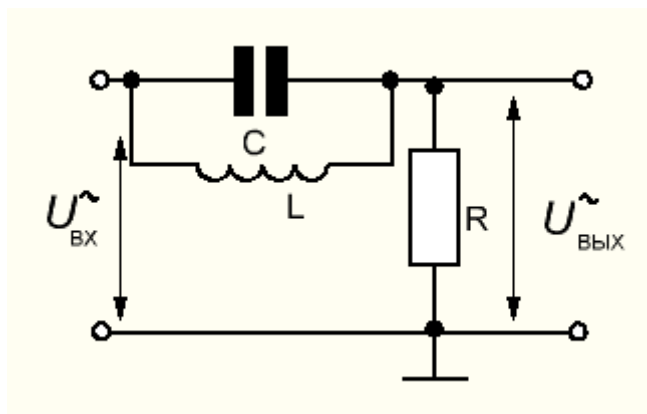

Рис. 2.16
- Соберите цепь для режекторного фильтра, представленную на рис. 2.16.  $R = 1 \text{ кОм}$ ,  $C = 0,1 \text{ мкФ}$ ,  $L = 100 \text{ мГн}$ . Первый канал осциллографа подключается для измерения входного напряжения, второй канал подключается для измерения выходного сигнала.